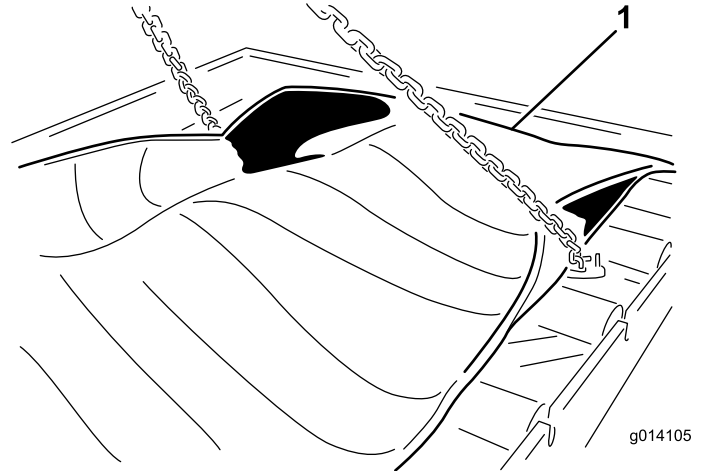

Figura 54
23. Retire os 24 parafusos para libertar o cartucho (Figura 54).